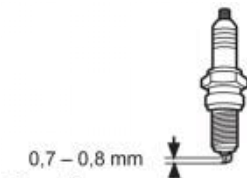

Fig. 79
6. Überprüfen Sie den Zündkerzenabstand. Sie sollte 0,7 – 0,8 mm betragen (Abb. 79).